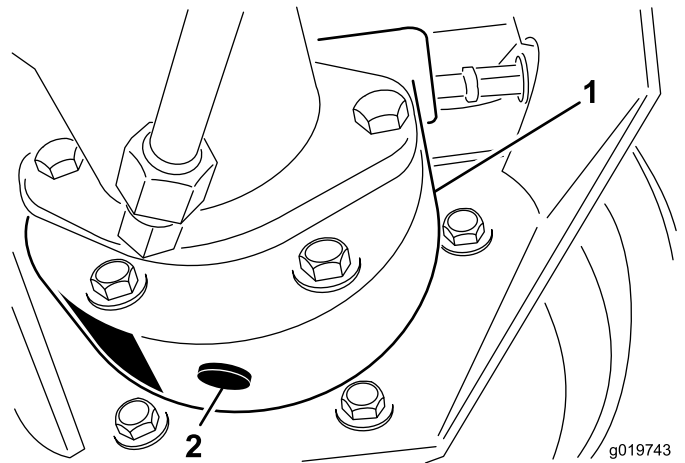

Figura 43
3. Coloque un recipiente debajo del alojamiento del freno, retire el tapón y deje que se drene el aceite (Figura 43).